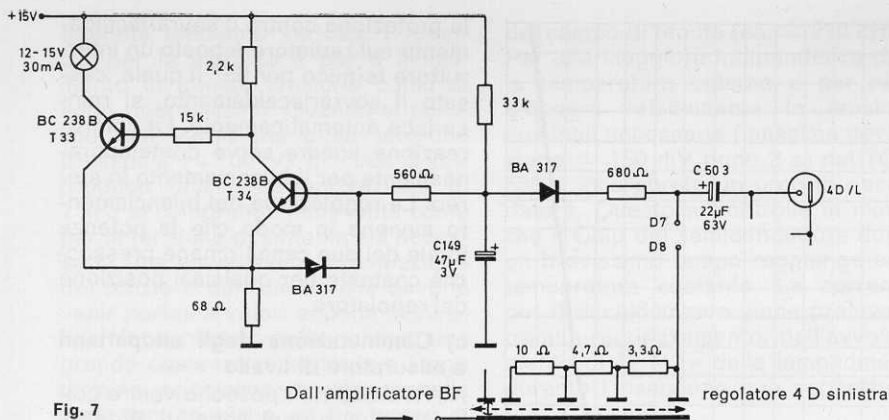

Fig. 7
d) Indicazioni in 4 D (fig. 7)